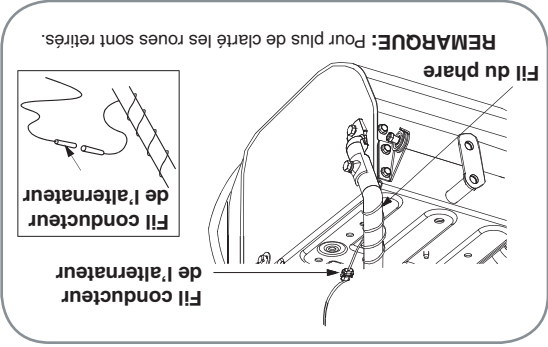

Figure 3-8
- Enroulez le fil du phare autour du guidon droit jusqu'à ce que le fil puisse être branché dans le fil conducteur de l'alternateur, sous le réservoir d'essence. Voir la Figure 3-8.